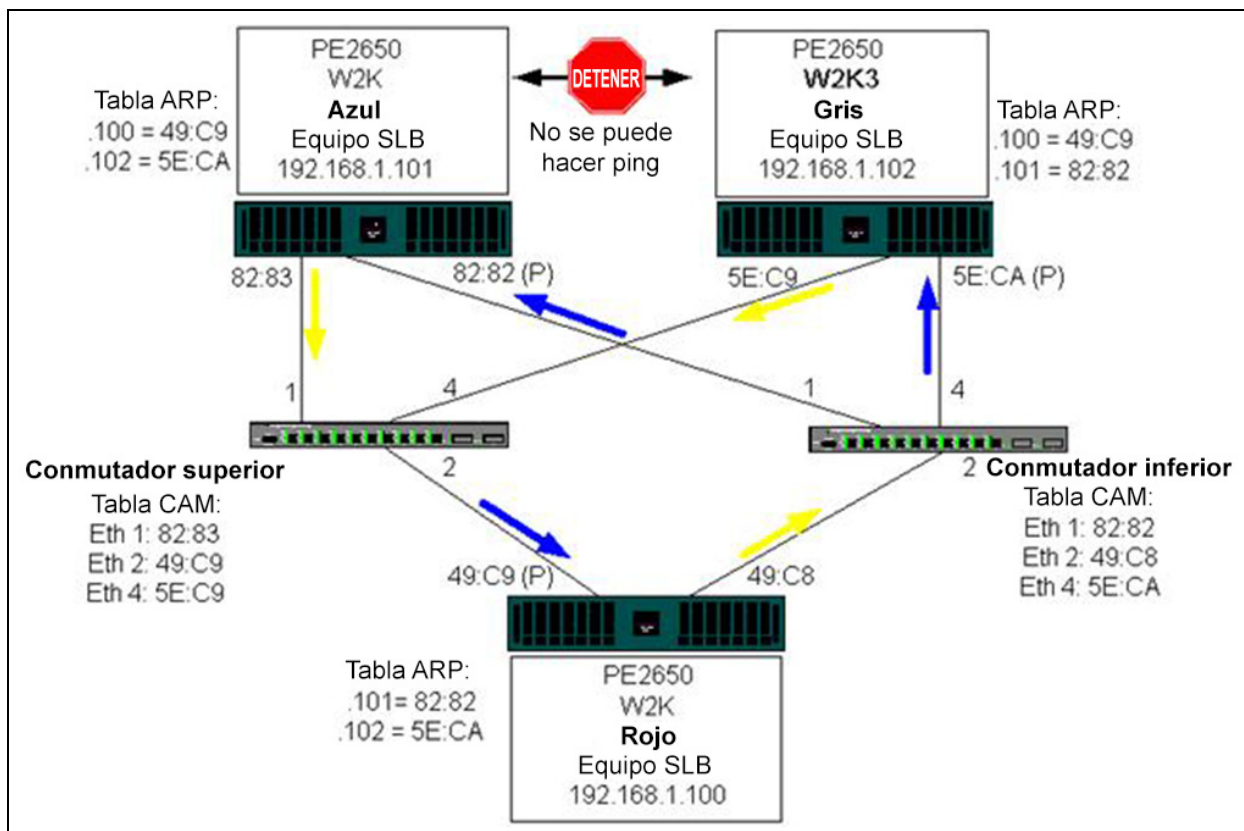

Ilustración 11-3. Equipos entre conmutadores sin enlace de comunicación entre conmutadores
- La Ilustración 11-3 es una configuración sin el cable de interconexión entre los dos conmutadores.